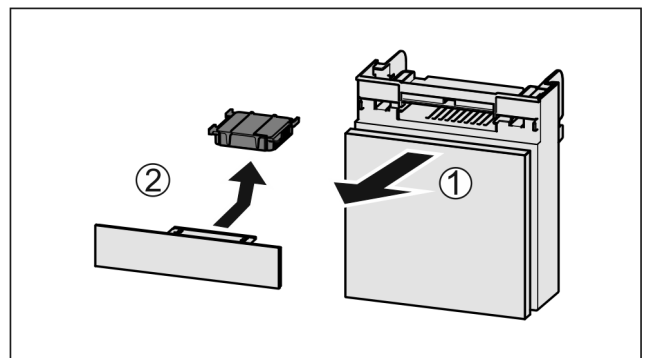

Fig. 137
- ▶ Издърпайте Fig. 137 (1) напред от отделението.
- ▶ Извадете Fig. 137 (2) филтъра с активен въглен.